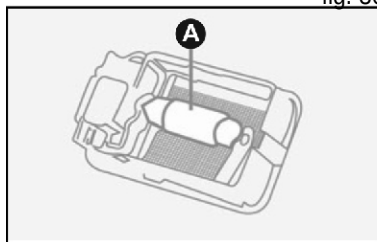

fig. 37
- quite el bombillo de sus contactos de retención y cámbielo por un bombillo nuevo **fig. 37**.